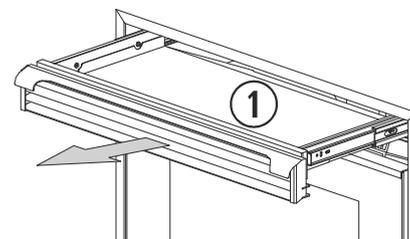

Рисунок 2
**2.12.** Загрузка топлива в моделях Córdoba (Рисунок 2) и Córdoba Glass, реализуется с помощью лотка загрузки, благодаря ручкам на накладке для воздуха. Загрузку необходимо всегда осуществлять при выключенной печи.
① Лоток топливной загрузки.